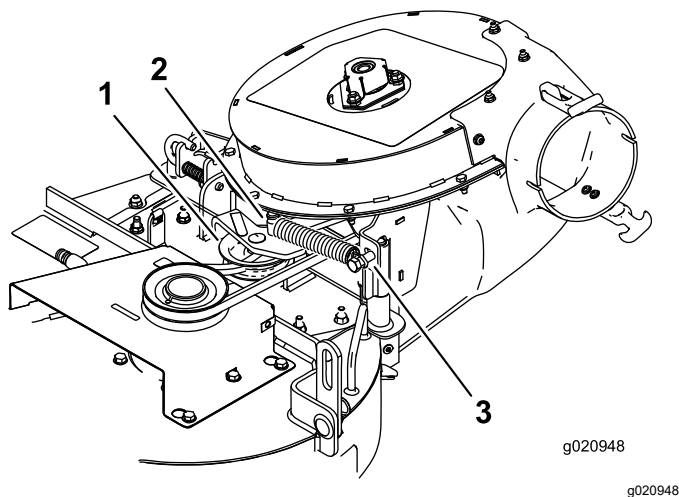

Figure 30
11. Accrochez le ressort à l'ergot de la poulie de tension (Figure 30).
12. Étirez et installez le ressort sur le boulon à épaulement (Figure 30).